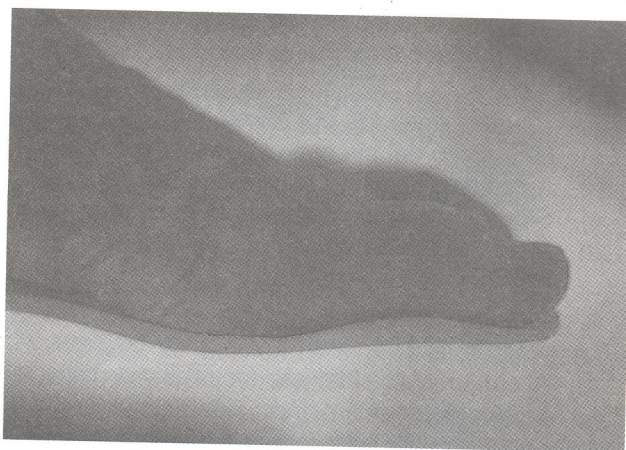

Fig. 11
8. Hallux rigidus: Alargamiento de una aleta que llegue hasta el pulpejo del 1.º dedo para lograr un balancín que propulse la articulación metatarso falángica. (Fig. 11).